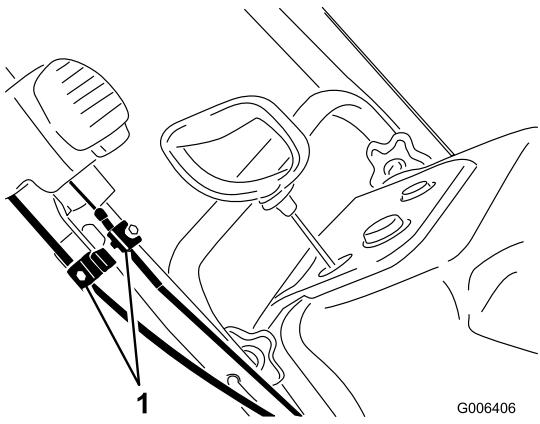

Figure 30
1. Desserrez les serre-câble des deux câbles de commande Quick Shoot (Figure 30).